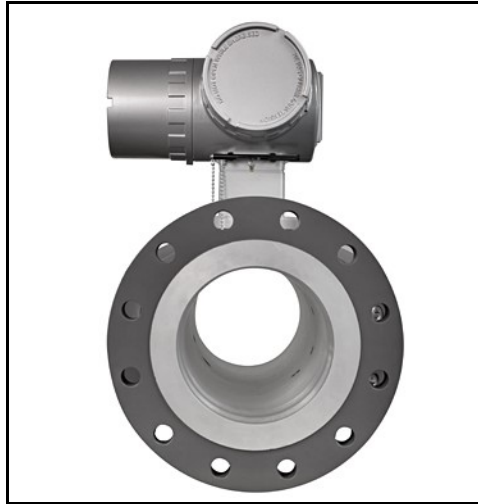

Abbildung 10: Montageflansch für den Sentinel LCT8
3. Richten Sie die Flanschmontagebohrungen wie in der nachstehenden *Abbildung 10* gezeigt aus.